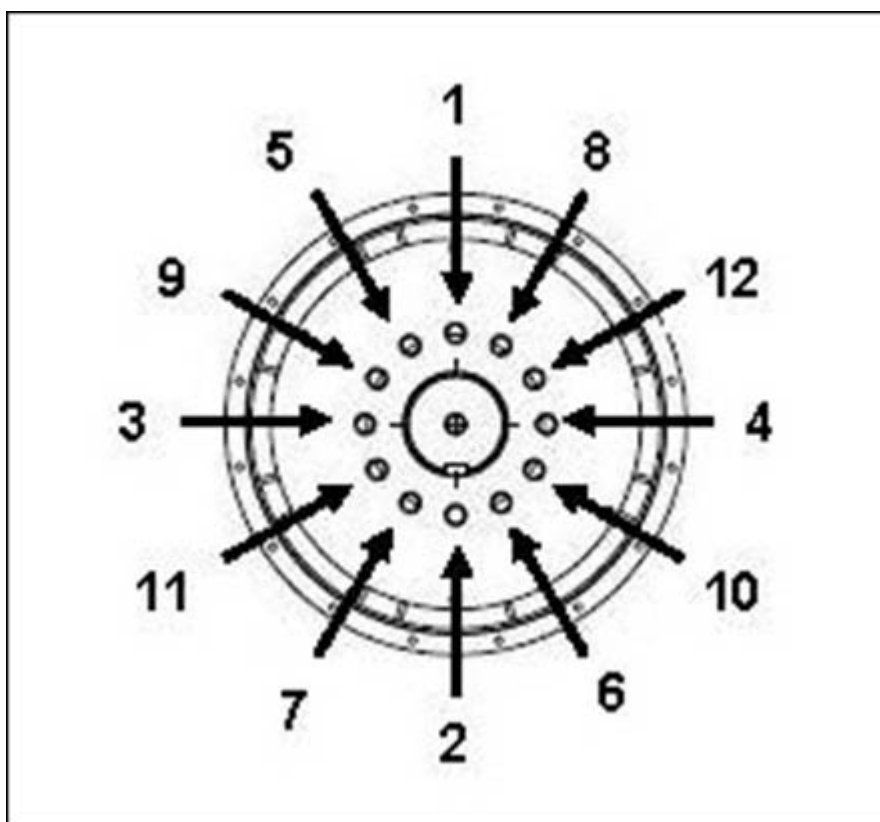

図 20. ハブへの固定手順
4. 必要に応じて、表示の順番でカップリング ディスク ボルトを締め付けます 図 20 ページ 38。